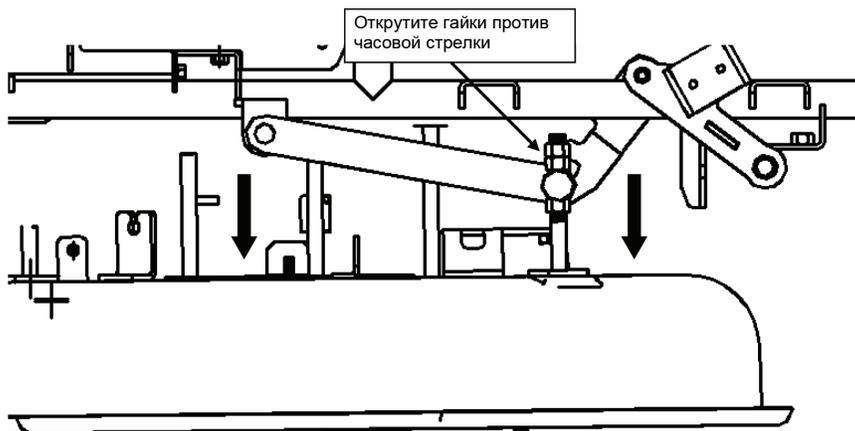

Рис. 28
6. Установите рукоятку подъема режущей деки в самое нижнее положение, открутите 6 гаек крепления режущей деки против часовой стрелки в 3 местах (рис. 28).